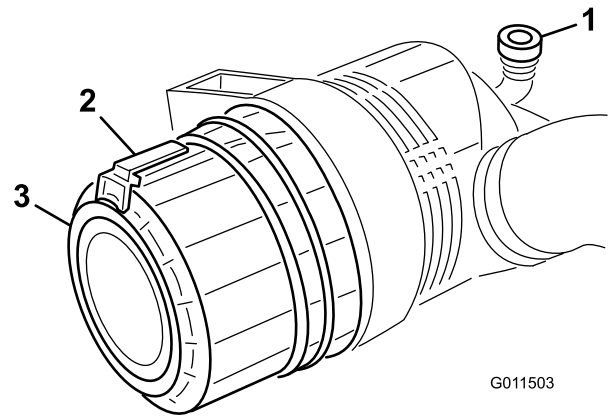

Figura 75
2. Puxe o trinco para fora e rode a cobertura do filtro de ar no sentido contrário ao dos ponteiros do relógio (Figura 75).